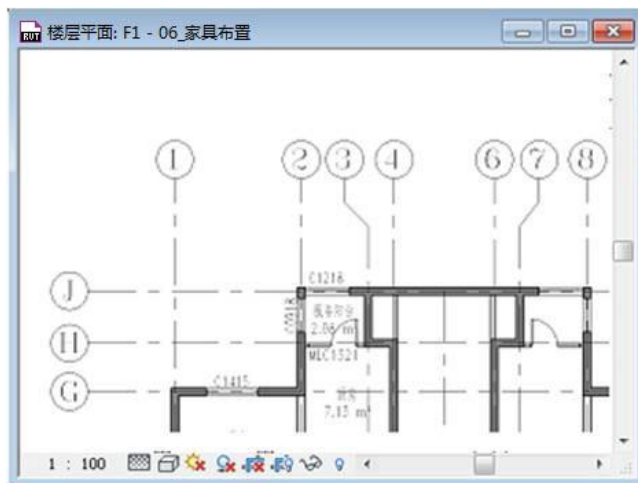

图 3-8
- 8) 单击“常用”选项卡>“构建”面板>“墙”工具，在“放置墙”选项卡“属性”面板“修改图元类型”下拉列表中选择墙体“WQ\_200\_剪”，选项栏确保墙体高度设置为“F2”，光标在绘图区域 J 轴上 4-7 轴之间从左向右绘制下图中的墙体，在下拉列表中选择墙体“NQ\_100\_隔”，从 H 轴与 4 轴交点向上绘制至 J 轴，右键单击取消后从 H 轴-与 6 轴交点向上绘制至 J 轴，完成墙体的添加（如图 3-8 所示）。